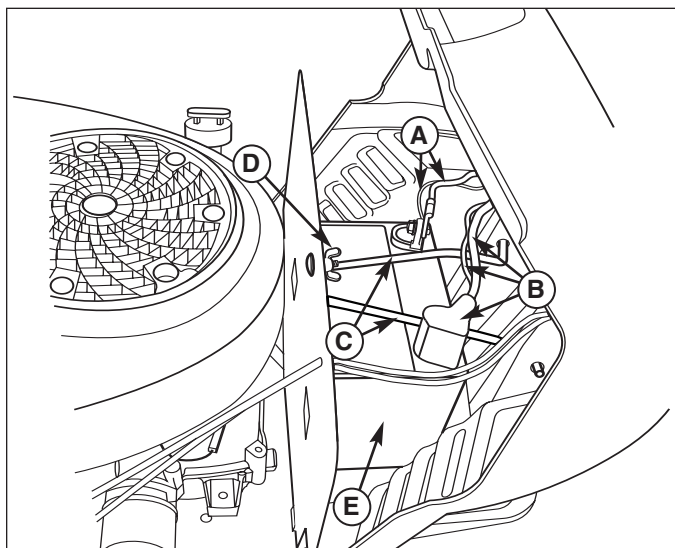

Figura 13. Manutenzione della batteria
1. Scollegare i cavi dalla batteria, cominciando dai cavi negativi (A, Figura 13) e quindi quelli della e positivi (B).
2. Allentare il dado ad alette e la rondella (D).
3. Ruotare l'asta di tenuta (C) verso l'alto ed allontanarla dalla batteria. Fissare alla torretta dello sterzo.
4. Rimuovere la batteria (E).
7. Reinstallare la batteria (E) nel vano. Fissare con l'asta di tenuta (C) ed il dado con alette e rondella (D).
8. Riattaccare i cavi della batteria, cominciando da quelli positivi e la copertura (B) e quindi quelli negativi (A).